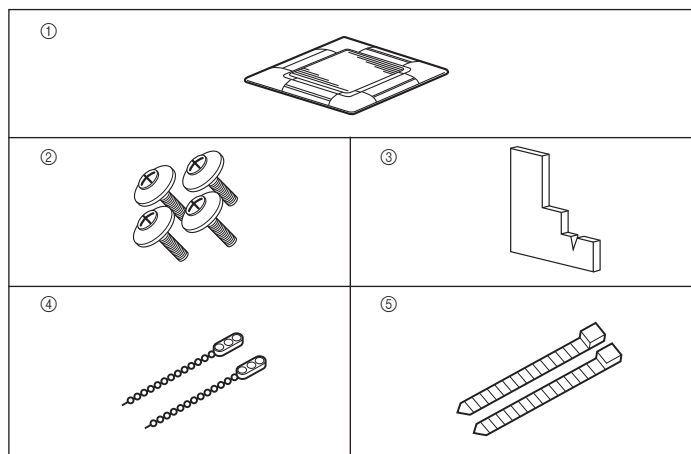

Fig. 8-1
8.1. Comprobación de accesorios de la rejilla (Fig. 8-1)